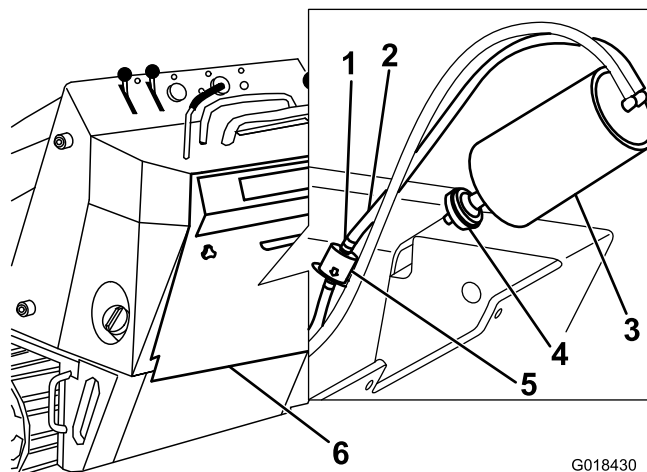

Figure 34
3. Déposez le filtre à air et mettez-le au rebut (Figure 34).
4. Posez un filtre neuf sur le filtre à charbon actif (Figure 34).
3. Éloignez les colliers à ressort situés de chaque côté du filtre à charbon actif du conduit de purge (Figure 34).
4. Déposez et mettez au rebut le filtre du conduit de purge (Figure 34).
5. Posez un filtre neuf dans le flexible en orientant la flèche située sur le filtre dans la direction opposée au filtre à charbon actif et fixez-le en place avec les colliers (Figure 34).